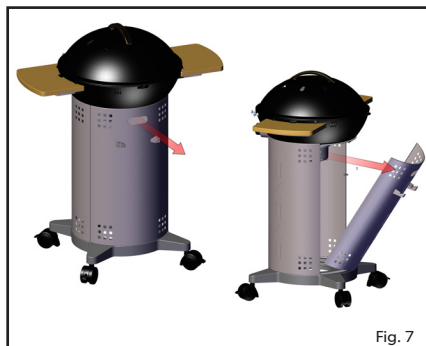
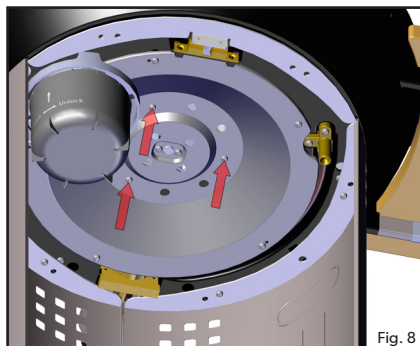
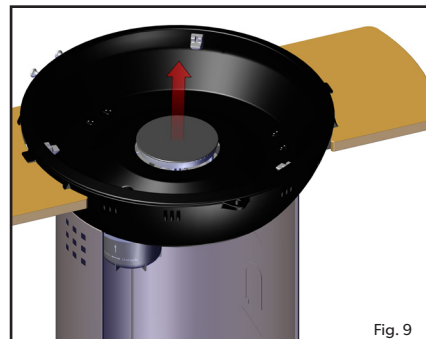
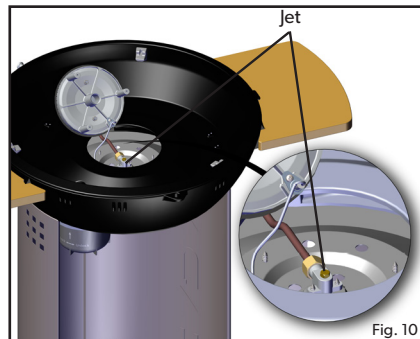

Fig. 7
Fig. 8
Fig. 9
Fig. 10
- Pour remplacer l'injecteur : Retirer le panneau arrière en utilisant la poignée (Fig. 7). Retirer le couvercle, la grille, le support de casserole ou tout autre élément optionnel du barbecue. Dévisser ensuite les 3 vis situées sous l'appareil comme indiqué sur la Fig. 8 afin de desserrer le brûleur. Retirez doucement le brûleur en le soulevant (Fig. 9). ATTENTION : le brûleur est toujours connecté au fil d'allumage piézo électrique. Ne pas tirer sur le brûleur car vous risqueriez de casser ce fil. Poser délicatement le brûleur sur le côté, ce qui révélera l'injecteur (Fig. 10). L'injecteur peut maintenant être enlevé à l'aide d'une clé appropriée. Ne pas utiliser de pinces, cela pourrait endommager l'injecteur, le rendre inutilisable ou impossible à enlever. Visser le nouvel injecteur dans la valve. Éviter de trop serrer pour pas l'endommager.